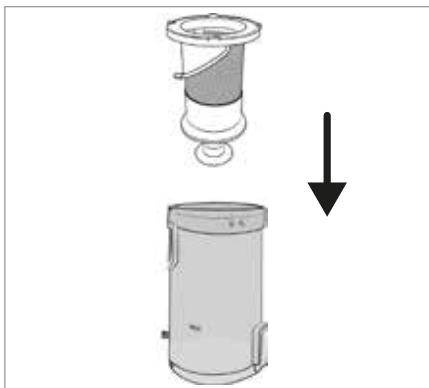

Bild 23
- Akta så att gummimuffen vid den nedre öppningen inte försvinner när det rostfria stålfilteret (6) rengörs.
- 6) Sätt in det rostfria stålfilteret (6) i dammbehållaren (7) och tryck ned det så långt det går (se bild 23). Observera samtidigt de olika stora låsningarna på det rostfria stålfilteret (6). Det rostfria stålfilteret (6) kan bara sättas i ett läge i dammbehållaren (7) på grund av de här låsningarna.